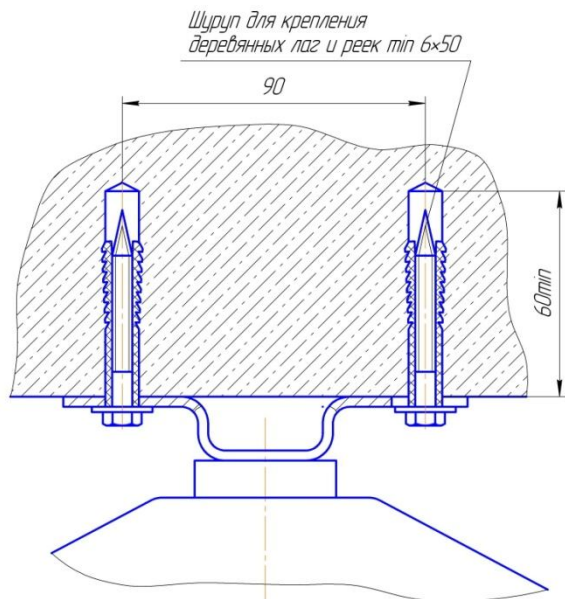

Рис.3.
6.2.1 МПП крепить к потолочному перекрытию (рис.3) дюбелями диаметром 10 мм, саморезами или шурупами минимум 6*50 мм. При этом крепление МПП к потолочному перекрытию должно выдерживать статистическую нагрузку не менее 100 кг. в течение 5 минут.